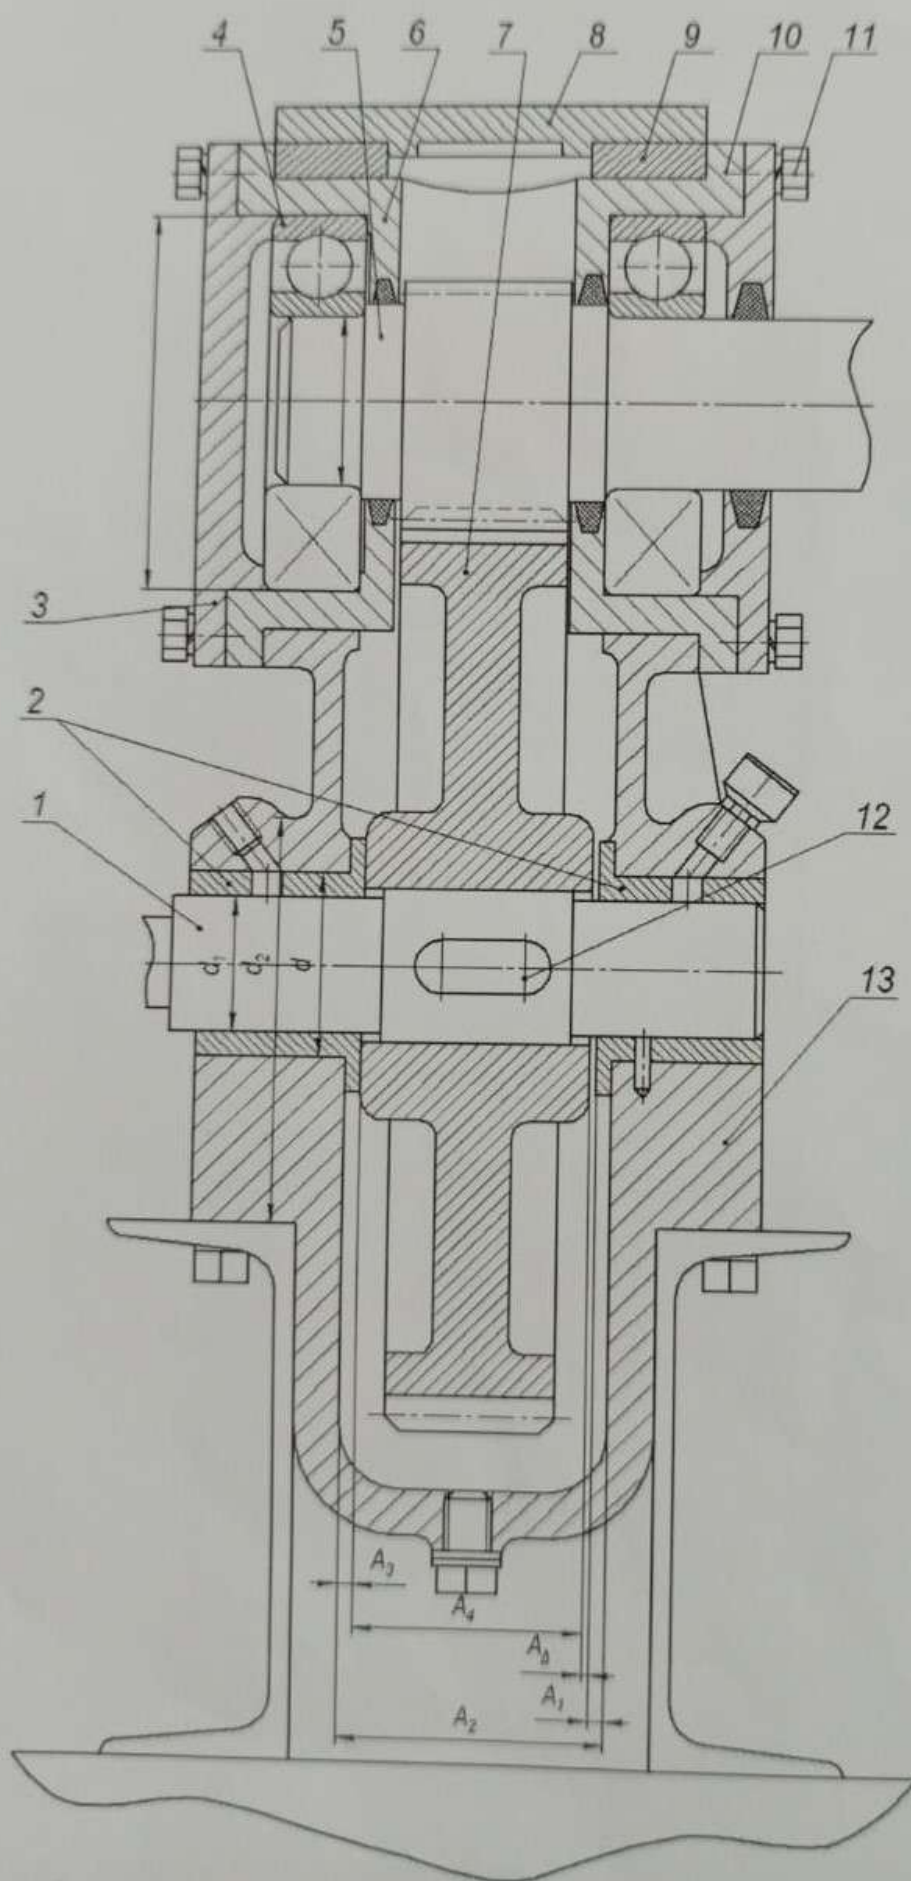

Рисунок 1 – Механизм поворота
1. Описание работы механизма поворота (рисунок 1).